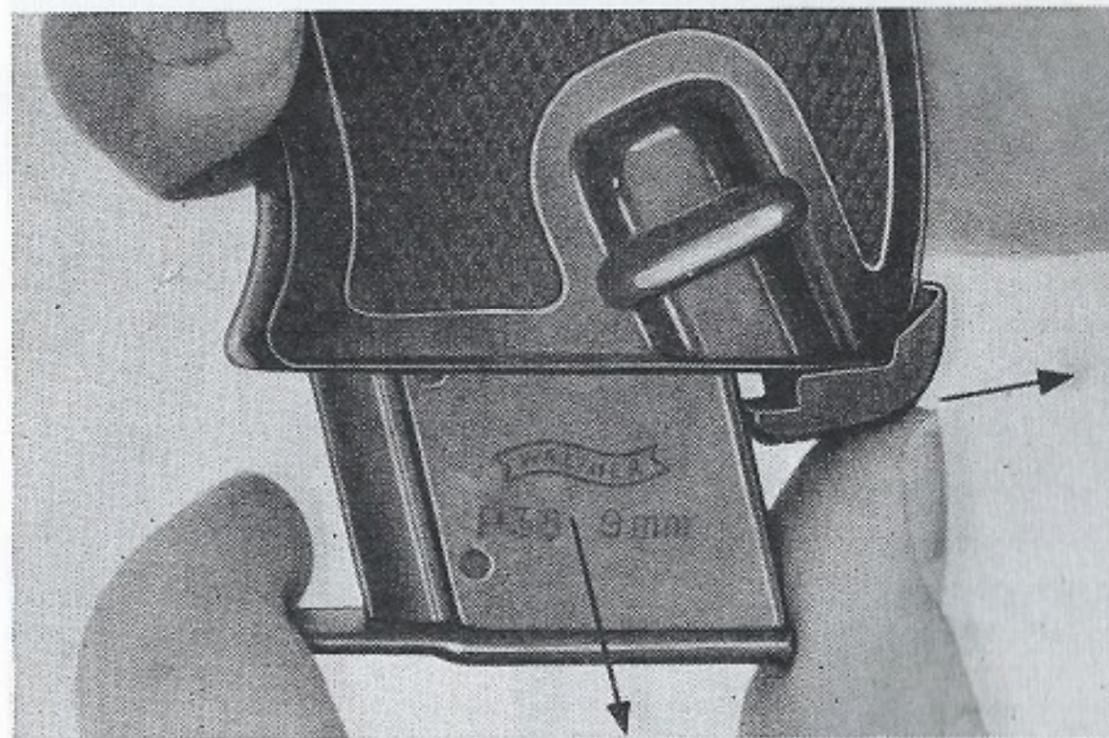

Bild 2
- (2) Das Magazin nach Bild 2 entfernen und prüfen, ob das Rohr frei ist (Ausführung nach GDV Nr. 203/A).